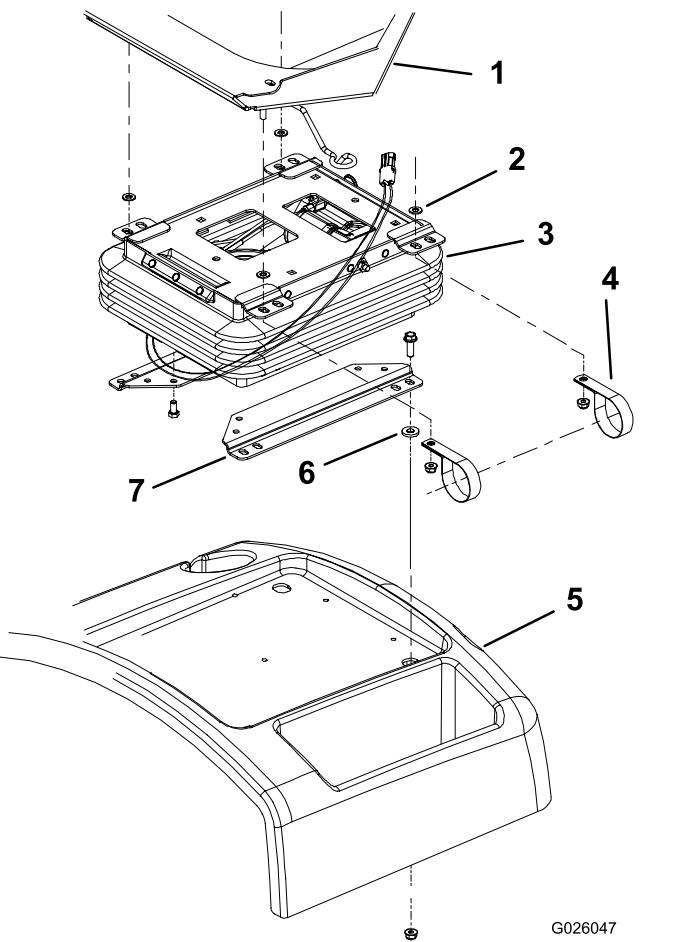

Figure 2
5. Retirez les 4 écrous qui fixent les dispositifs de réglage du siège et les colliers du tube de rangement du manuel à la suspension du siège (Figure 2).
7. Retirez les 4 boulons, entretoises et écrous qui fixent les supports inférieurs du siège au socle du siège (Figure 2).
9. Retirez les 4 boulons qui fixent la suspension du siège aux supports inférieurs (Figure 2).
1. Fixez la suspension pneumatique du siège aux supports inférieurs du siège au moyen des 4 boulons retirés précédemment (Figure 2).
2. Fixez les supports inférieurs au socle du siège au moyen des 4 boulons, des entretoises et des écrous retirés précédemment (Figure 2).
3. Placez le siège sur la suspension. Vérifiez que chaque goujon de réglage comprend une rondelle avant de le placer sur la suspension (Figure 2).
4. Fixez les dispositifs de réglage du siège et les colliers du tube de rangement du manuel à la suspension du siège au moyen des 4 écrous retirés précédemment (Figure 2).